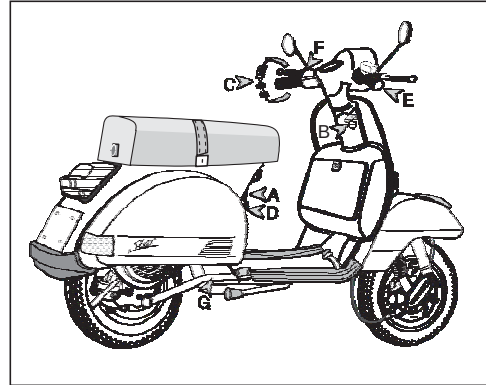

Abb. 31
2. ANLASSEN DES MOTORS (Abb. 31).